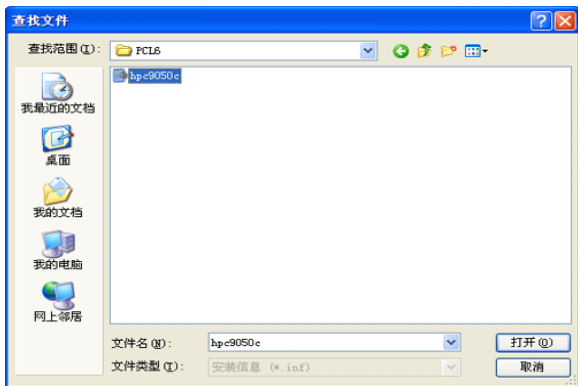

图 7-51 查找打印机驱动程序的安装文件
- 找到打印机驱动程序的安装文件（多数情况下安装文件放在安装光盘的 Chi_Simp/Drivers/2000-XP 文件夹中），如图 7-51 所示。